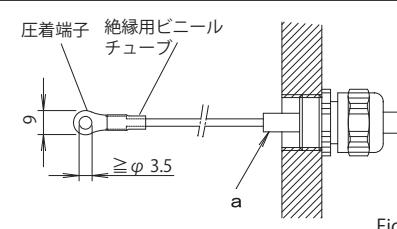

Fig. 1
●ケーブルの加工／固定位置 (Fig. 1)
- ①ケーブルは使用する端子にあわせて任意に加工します。
- ②ケーブルの外被が必ずボックス内部に位置するよう、固定位置を設定します。 (Fig.1.-a)